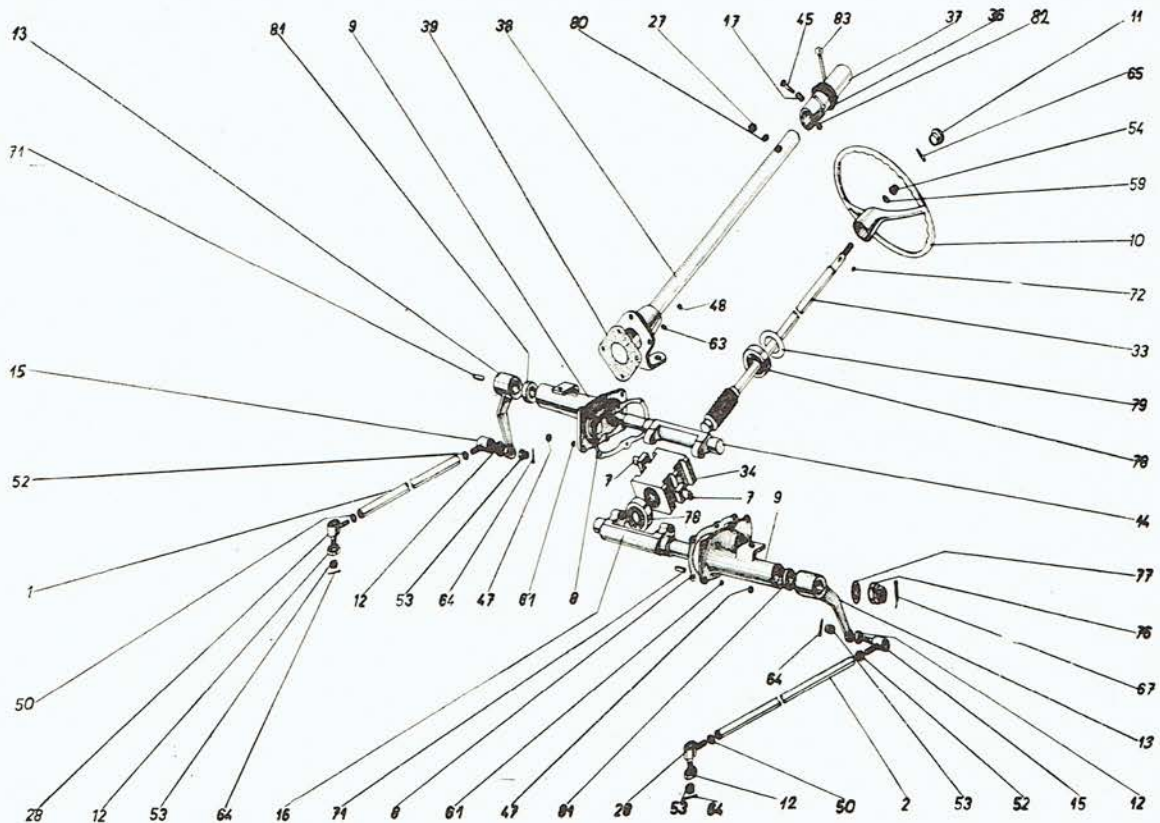

Abb. 86
Die Lenkung ist im vorderen Teil des Getriebegehäuses angeordnet. An der Lenkradwelle (Abb. 86/33) ist auf einem Keil (72) das Lenkrad (10) gelagert, das mit einer Unterlagscheibe (59), einer Kronmutter (54) und einem Splint (65) gesichert ist.
4. Sechs Muttern M 8 (Abb. 86/47) sind aus der linken und rechten Buchse der Lenkwelle abzuschrauben und die Buchsen von den Wellen samt Wellendichtungen, die in die Buchsen eingepresst sind, abzunehmen. (Achtung auf die Erdung des Regelrelais.)
5. Der Keil und das Lenkrad sind auf die Lenkwelle aufzufetzen. Durch Drehen des Lenkrades nach links wird die Lenkschraube (Abb. 86/33) aus
der Mutter (Abb. 86/34) ausgeschraubt, wodurch gleichzeitig das obere Kegelrollenlager 31305 aus dem Lenkgehäuse herausgedrückt wird.